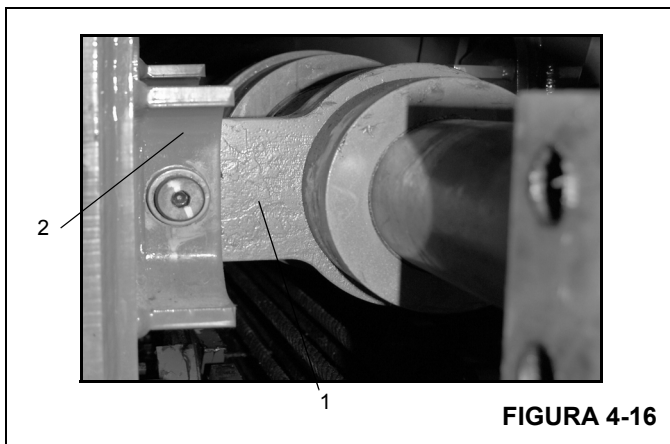

FIGURA 4-16
2. Remova os dois parafusos e buchas que fixam a haste interna do cilindro (Figura 4-16, 1) na parte traseira da seção intermediária interna (Figura 4-16, 2).